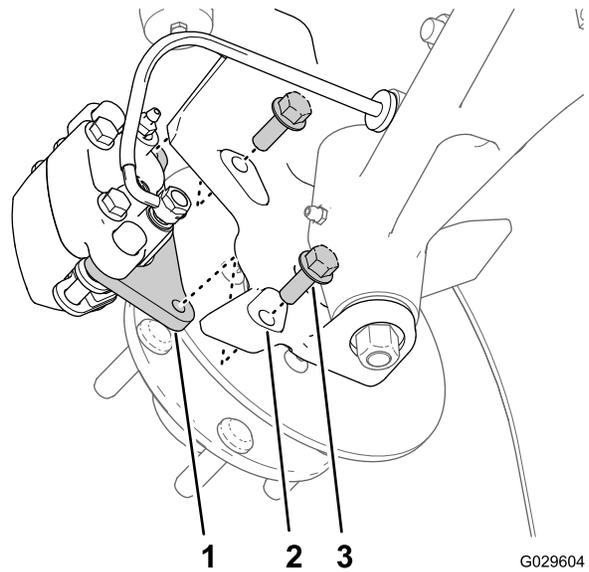
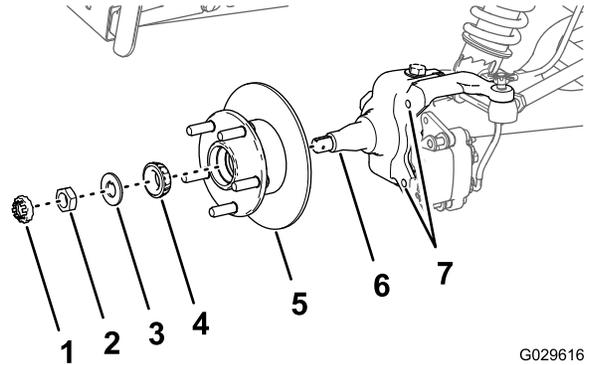

図 31
図 35
3. ブレーキアセンブリ用のブラケットをスピンドルに固定しているフランジヘッドボルト3/8 x 1インチを外してスピンドルからブレーキを取り外す 図 31。
- スピンドルに所定のグリスを薄く塗る 図 35。
- ハブとロータをスピンドルに取り付ける。ロータを内側にする 図 35。
- スピンドルに外側ベアリングを取り付けてレースにはめる 図 35。
- スピンドルにタブワッシャを取り付ける 図 35。
- スピンドルにスピンドルナットを取り付け、ハブを回しながらナットを締めつける 図 35。
2. ブレーキパッドをロータのそれぞれの側に合わせ 図 31、キャリパブラケットの穴と、スピンドルフレームのブレーキ取り付け部の穴を整列させる 図 35。
3. キャリパブラケットをスピンドルに組み付ける 図 31 フランジヘッドボルト 3/8 x 1 インチ 2 本を使用し、 $4754\text{N}\cdot\text{cm}$   $0.400.46\text{kg}\cdot\text{m}$  =  $3540\text{in}\cdot\text{lb}$  にトルク締めする。